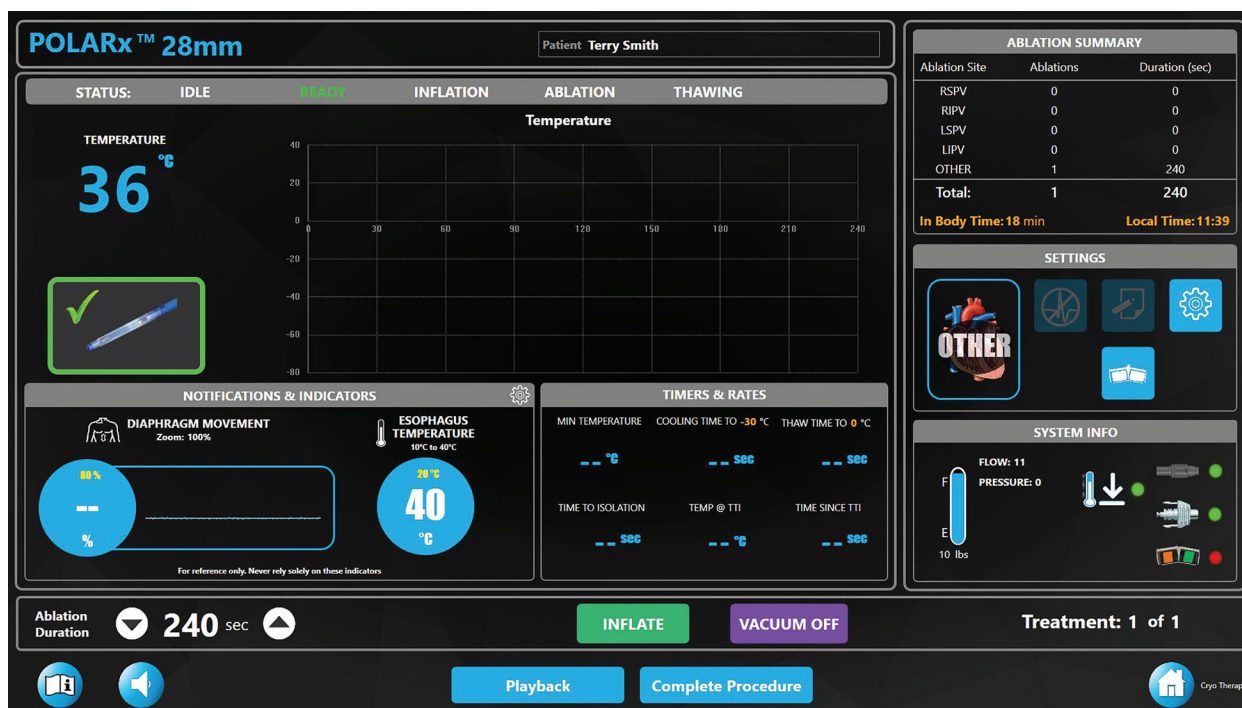

Figura 29. Stato **READY** (Pronto) dopo un'ablazione
1. Al termine del trattamento, premere il pulsante **Complete Procedure** (Procedura completata) nella schermata Therapy (Terapia) (Figura 26 o Figura 29).